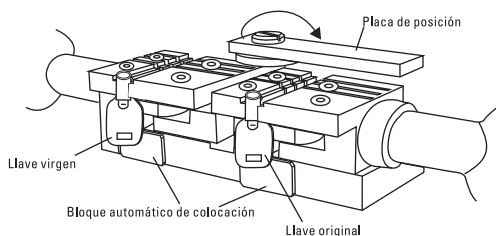

Figura 17
2. Coloque una llave tubular original en la mordaza derecha pero no la apriete ya que es más fácil ajustar la posición vertical y horizontal (figura 17)